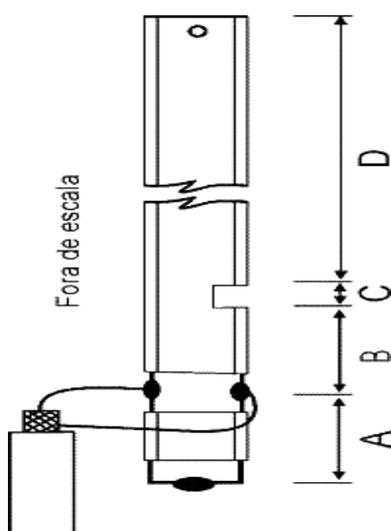

Figura 2.
- 2 - Desencape 1cm. dos dois condutores de uma das extremidades da fita de TV. Tenha cuidado para não forçar o condutor de cobre, pois este quebra com muita facilidade. Veja a parte inferior da figura 2.
- 3 - Una estes dois fios e solde-os conforme mostrado na figura 2.
- 4 - Prepare a seção onde vai ser soldado o conector de UHF. A solda será feita a uma distância de 3,2cm. da posição inferior da antena. Veja a figura 2. Desencape 1cm. em volta da posição onde será feita a solda, assim os fios dos dois lados da fita ficarão livres para serem soldados. A solda no conector só será feita depois que este estiver montado na lâmina de PVC.
- 6 - Corte a parte superior da antena de forma que a seção D tenha 97cm. Veja a figura 2.